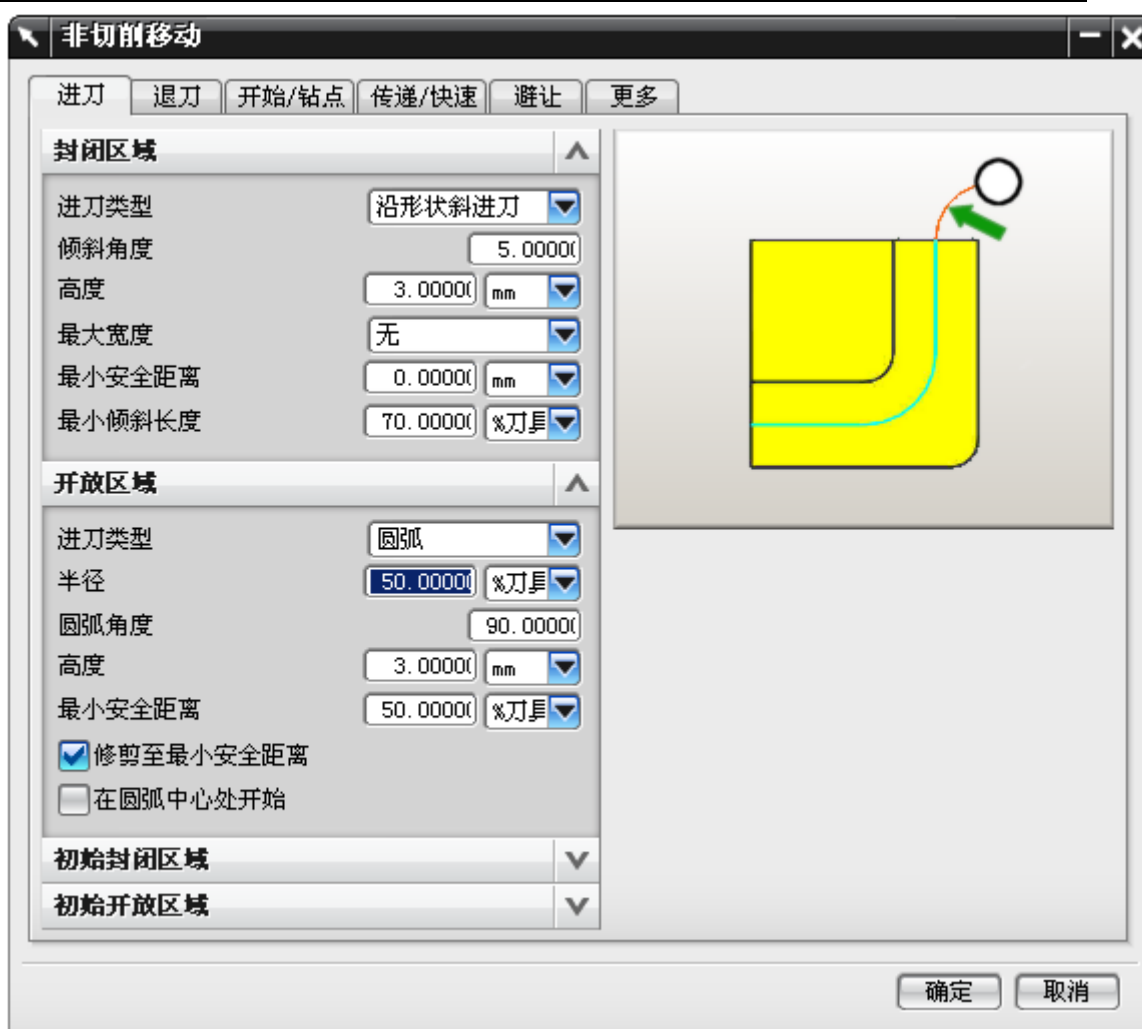

图 4-28
- 单击 ，选择如图 4-28 所示的操作子类型和父节点。
- 在图 4-28 中，单击 OK，打开操作参数设置对话框，设置如图 4-29 所示的参数。
- 单击 , 设置如图 4-28 所示的非切削运动参数, 单击 OK。
- 在操作对话框中，单击 ，定义如图 4-28 所示的修剪边界，删除边界外的刀轨。